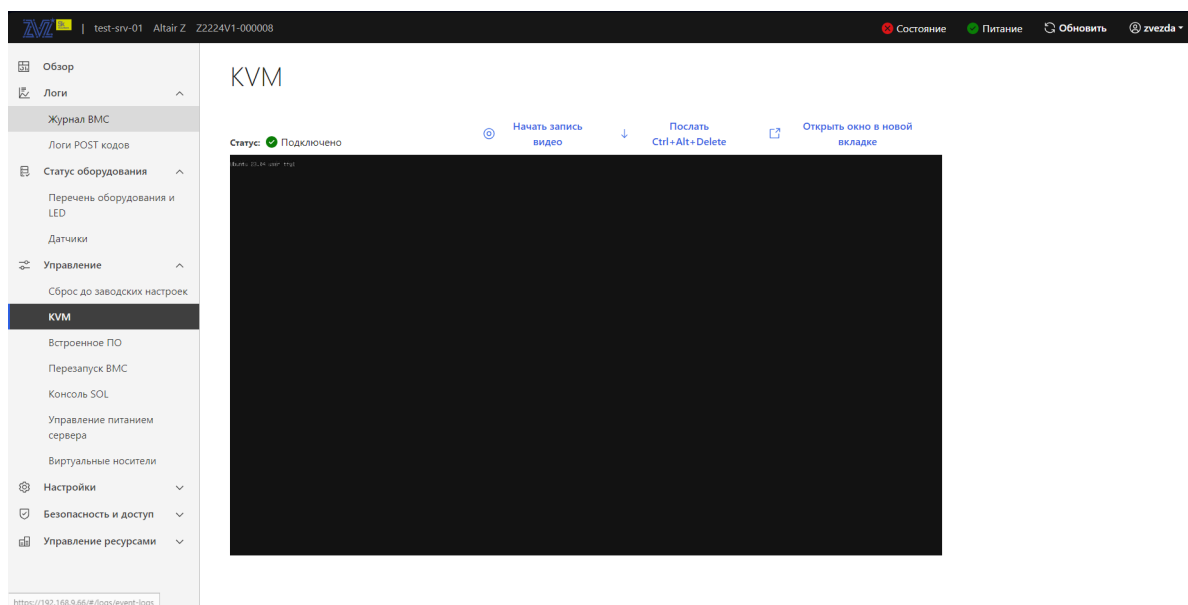

Рис. 85. Окно «KVM»
- 3) Пройдите во вкладку «Управление» → «KVM» в данной вкладке осуществляется удаленное управление BIOS. Окно показано на рис. 85 Окно «KVM»